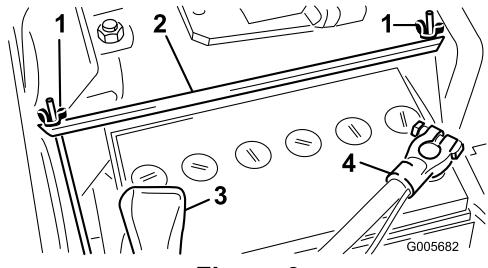
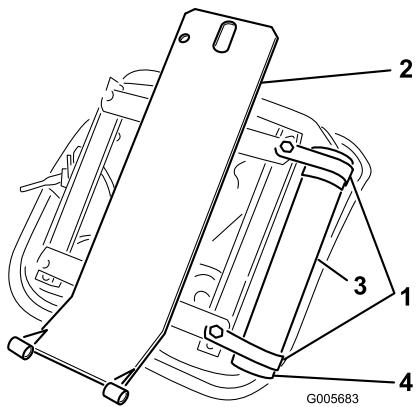

Figure 6
Figure 7
2. Retirez les deux écrous à oreilles et la barrette de maintien de la batterie (Figure 6). Soulevez la batterie hors du châssis. Mettez de côté les écrous à oreilles et la barrette de maintien en prévision de la reposse.
- Fixez sans les serrer (2) colliers en R au côté droit de la base du siège avec 2 vis d'assemblage et rondelles plates qui font partie du kit (Fig. 6). Placez le tube de rangement du manuel dans les colliers en R et serrez les vis d'assemblage (Figure 7).